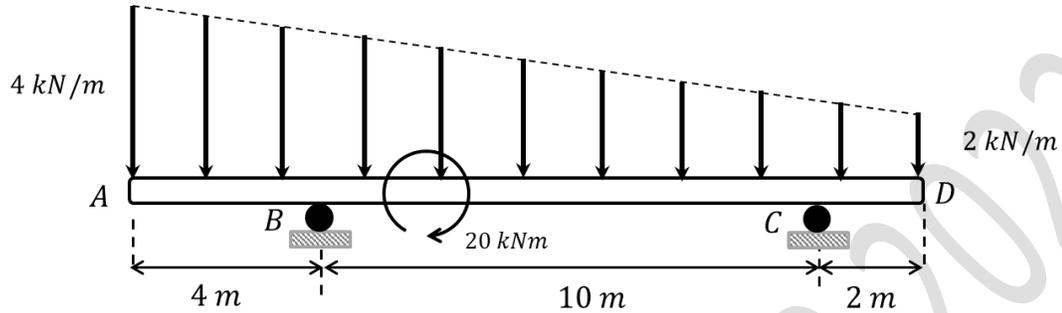

Fig. 7.24.
7.15.- Una viga de largo 16 (m) y peso despreciable, sostenida por dos soportes B y C está sometida a una fuerza distribuida como se muestra en la Fig. 7.24. Calcule la fuerza en cada apoyo B y C.